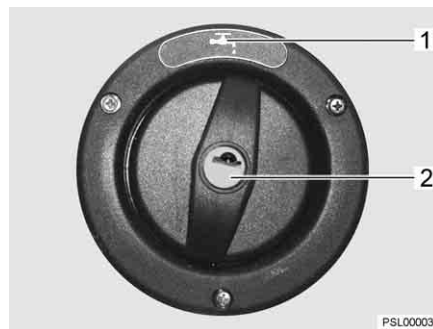

Bild 39 Lock för påfyllningsöppningen för dricksvatten
- ▷ Påfyllningsöppningen för dricksvatten är märkt med symbolen  (Bild 39,1).
- Stick in nyckeln i låscylindern (Bild 39,2) och vrid moturs.